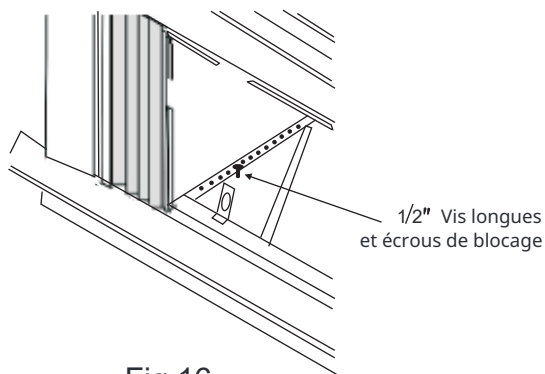

Fig. 16
3. Installer les supports de fixation (avec les supports d'angle de seuil attachés) dans le trou correct dans le bas de l'armoire comme indiqué dans la figure 16. 4. Serrer fermement les 6 boulons.